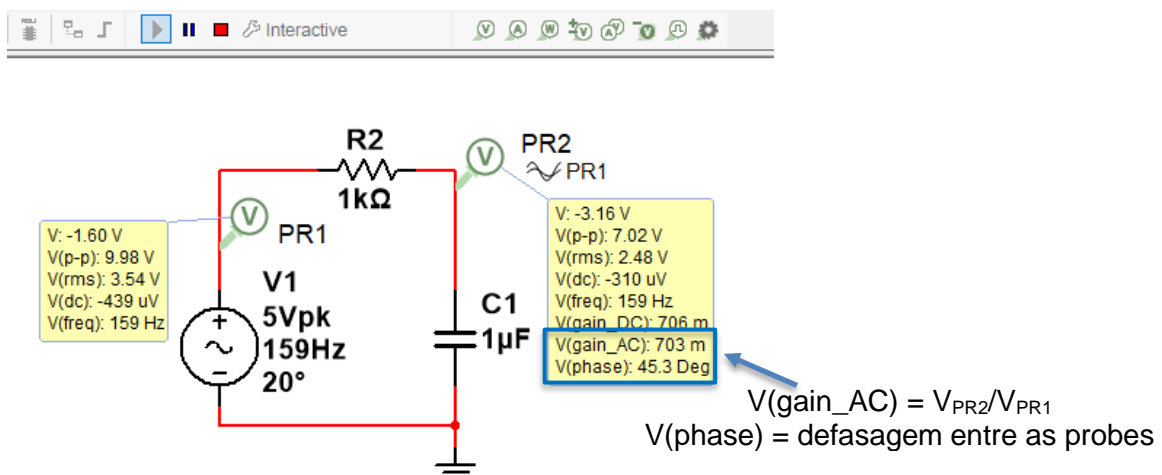
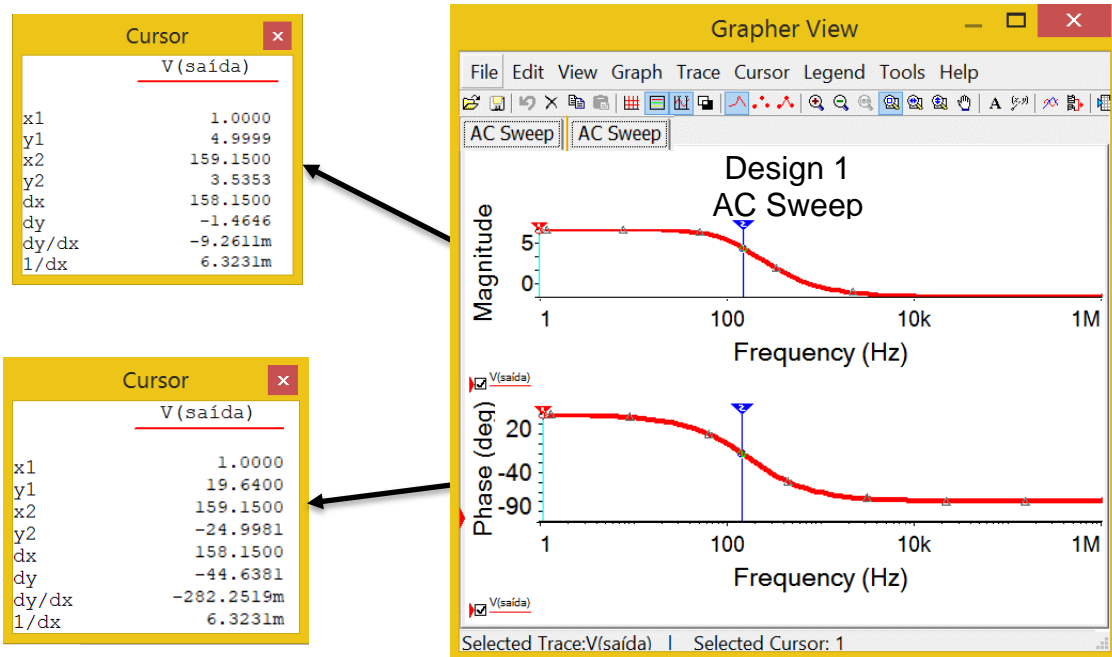

Figura 12. Probe de tensão PR2 com referência na probe PR1 mostrando ganhos e defasagem entre os dois sinais.
Figura 16. Resultado da análise AC.
**Ponta de prova:** Você pode utilizar PROBEs de tensão para determinar o ganho DC, AC e a fase entre dois pontos do circuito em uma determinada frequência. Utilizando uma PROBE em cada ponto em questão (no sinal desejado e em sua referência), pode-se clicar com o botão direito na PROBE do sinal desejado, ir em “Properties”, ir na aba “Parameters” e verificar se o “V(gain\_AC)” e o “V(phase)” estão como “yes” na coluna “Show” – senão estiverem, troquem para “yes”. Em seguida, mude para a aba “General”, clique em “Gain/phase reference probe:” e escolha a PROBE que está no gerador (ou na referência desejada). Isso é muito útil especialmente para medição de fase, uma vez que os osciloscópios disponíveis não oferecem essa opção de medida direta. **Atenção:** Uma fase positiva mostrada na PROBE indica que o sinal está atrasado em relação à referência e uma fase negativa, que o sinal está adiantado em relação à referência. Confira, comparando a Figura 12 com a Figura 13b) e a Figura 16.
Note também que, apesar da escala de tensão (50 V) ser a mesma para os dois canais, a amplitude da saída vai diminuindo em cada um dos casos, quando a frequência vai aumentando. Caso a) 1 Hz, b) 160 Hz e c) 500 Hz. Além disso, verifica-se que a defasagem entre as duas curvas aumenta. Ou seja, a relação entre as amplitudes e fases entre os dois sinais variam com a frequência imposta na fonte AC. Seus valores podem ser mais facilmente medidos utilizando pontas de prova, como indicado na Figura 12.
Clique em “Run” (F5) e a resposta da análise AC abre em uma janela como a Figura 16.
Os cursores da Figura 16 foram posicionados num ponto muito importante da curva, mostrando a frequência de corte do circuito. Esta pode ser calculada através do valor dos componentes do circuito como  $f_c = \frac{1}{2\pi RC}$  (verifique). Neste ponto, a tensão analisada (no caso, a saída) cai  $\sqrt{2}$  do seu valor inicial e a defasagem entre o sinal analisado e a fonte é igual a 45°